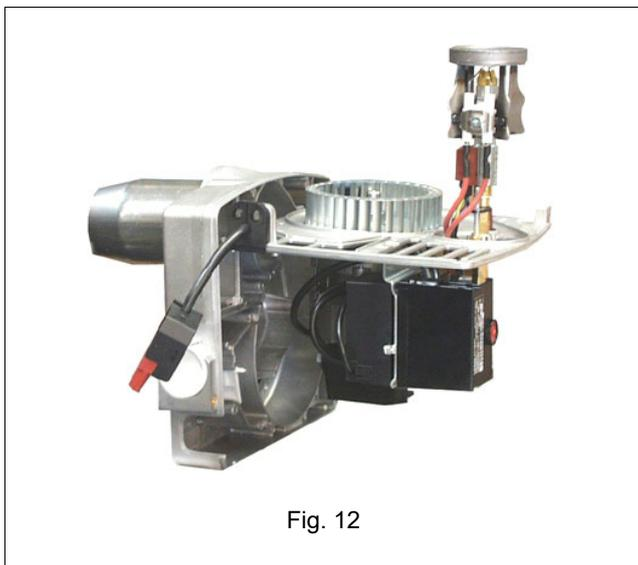
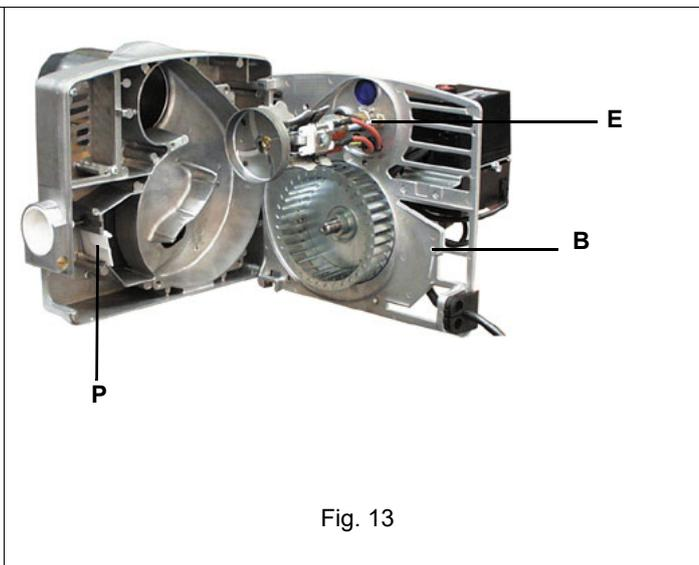

Fig. 12
Fig. 13
- Agganciare la piastra in uno dei modi indicati in Fig. 12 e Fig. 13 per facilitare le operazioni di manutenzione.
**⚠ ATTENZIONE:** gli elettrodi (**E** in Fig. 13) devono essere posizionati lateralmente alla testa di combustione.
**⚠ NOTA:** Nel rimontare la piastra componenti, fare attenzione che perno della serranda **P** entri nell'apposita sede **B** (vedere Fig. 13).
**NOTA: Nel rimontare la piastra componenti, fare attenzione che il perno **P** della serranda entri nell'apposita sede **B** (vedere Fig. 13).**